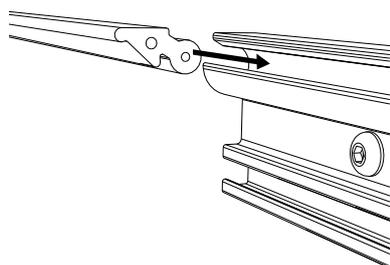

Abbildung 51. Gummileiste anbringen
8. Die Gummileiste in das Anschlagprofil einführen und dort befestigen, siehe Abbildung 51.